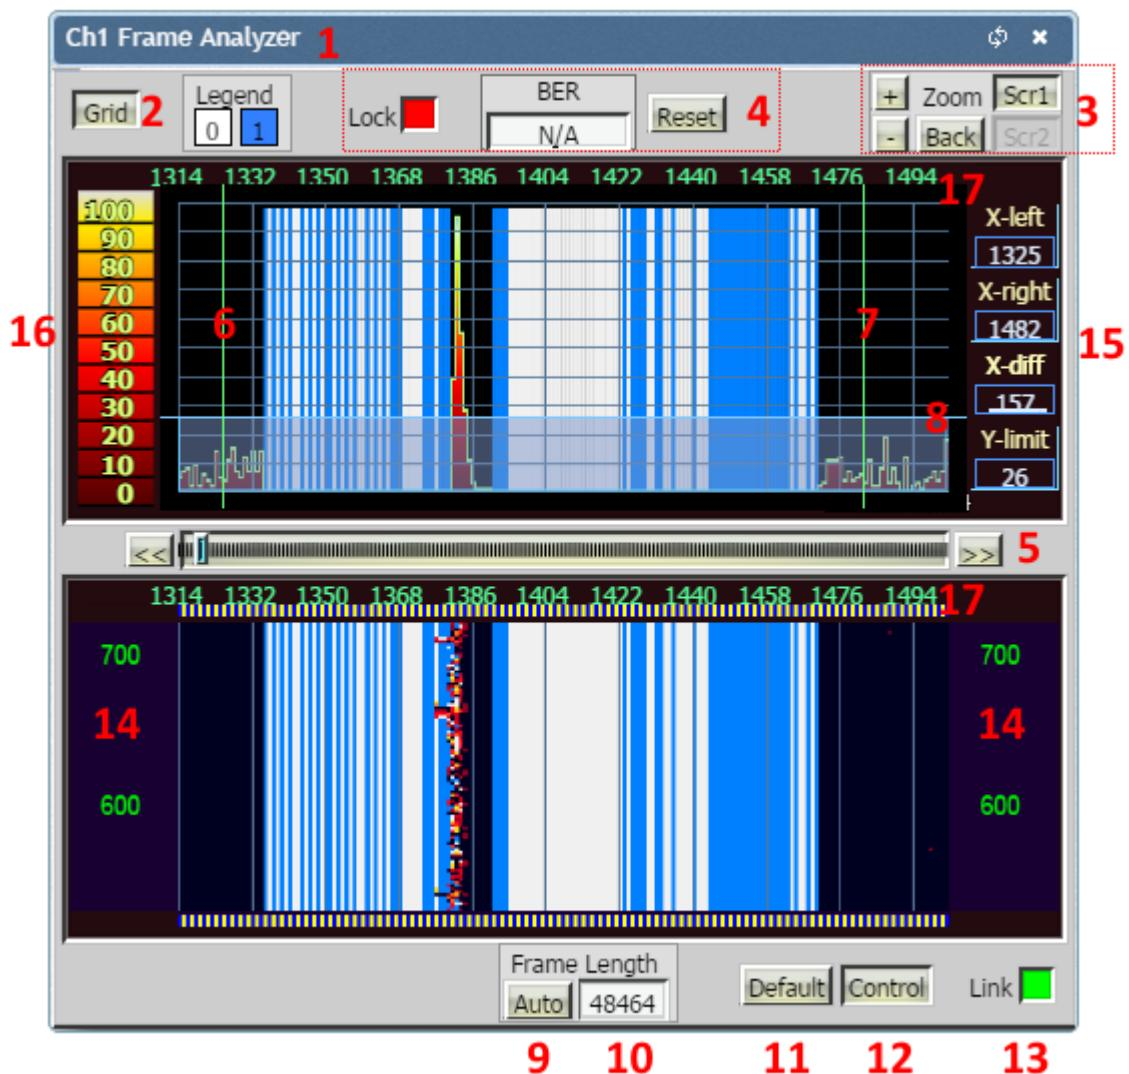

Рисунок 8.18 – Инструмент «Анализатор кадров»
8.9.3 Инструмент «Анализатор кадров» отображается в окне «Frame Analyzer» для каждого канала приема в отдельности. Содержит следующие элементы (см. рис. 8.18).